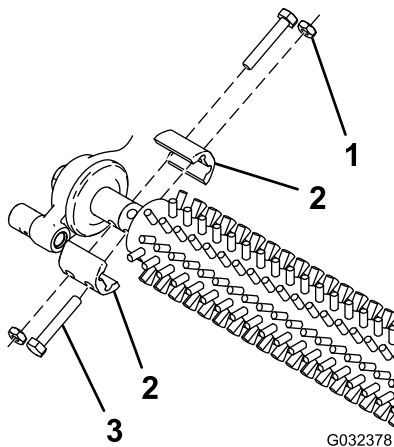

図 1
3. グルーマブラシを機体左右に固定しているボルト4本、ジャムナット、シャフトクランプを外して保管する 図 1。